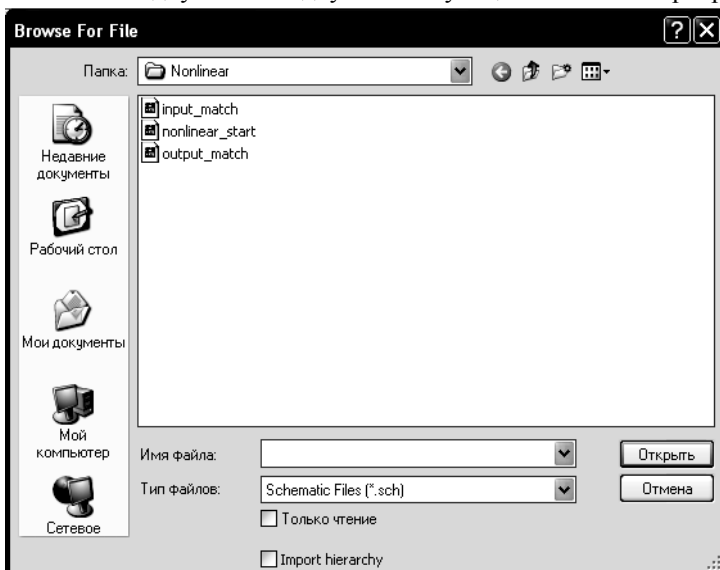

Рис. 3.15
1. Щёлкните правой кнопкой мышки по группе **Circuit Schematics** в окне просмотра проекта и выберите **Import Schematic** (Импорт схем) во всплывающем меню. Откроется диалоговое окно **Browse For File** (Рис. 3.15).